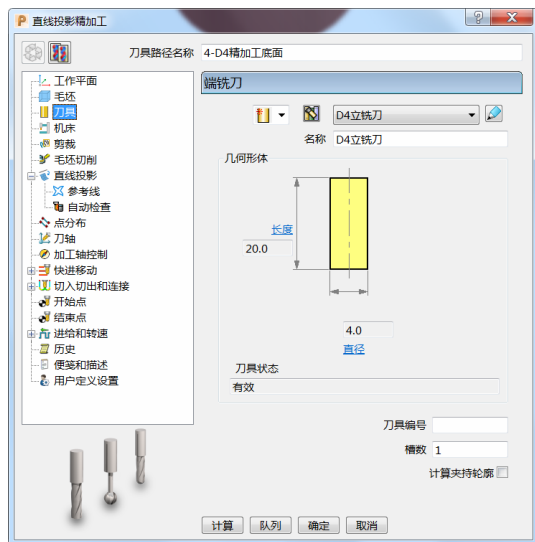

图 3-42
- 3) 刀具：选择“ $\phi 4$ 立铣刀”，伸出 20mm。(图 3-42)